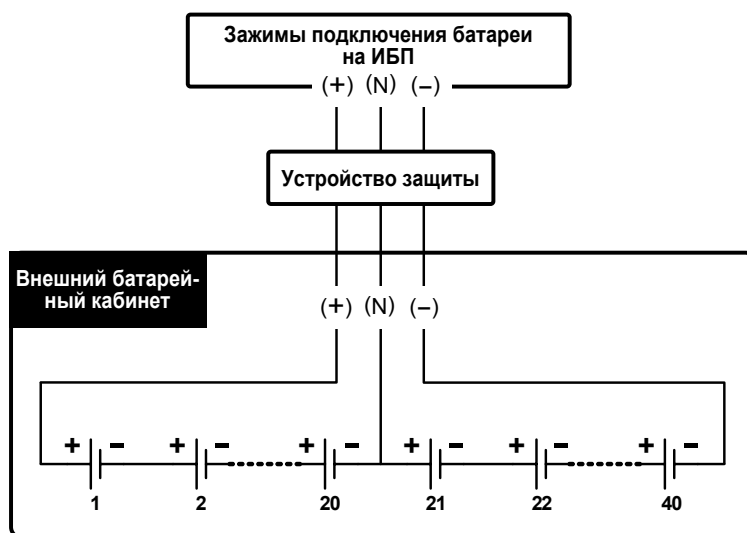

Рис. 5-16. Подключение внешнего батарейного кабинета
- Внешний батарейный кабинет по умолчанию имеет 40 аккумуляторов 12 В, включенных последовательно, причем нулевой провод кабинета следует подключить между 20^{-м} и 21^{-м} аккумуляторами. При подключении внешнего батарейного кабинета сторонних производителей следует подсоединить три кабеля к зажимам с маркировкой «+», «-» и «N» на ИБП. (см. *Рис. 5-16*).